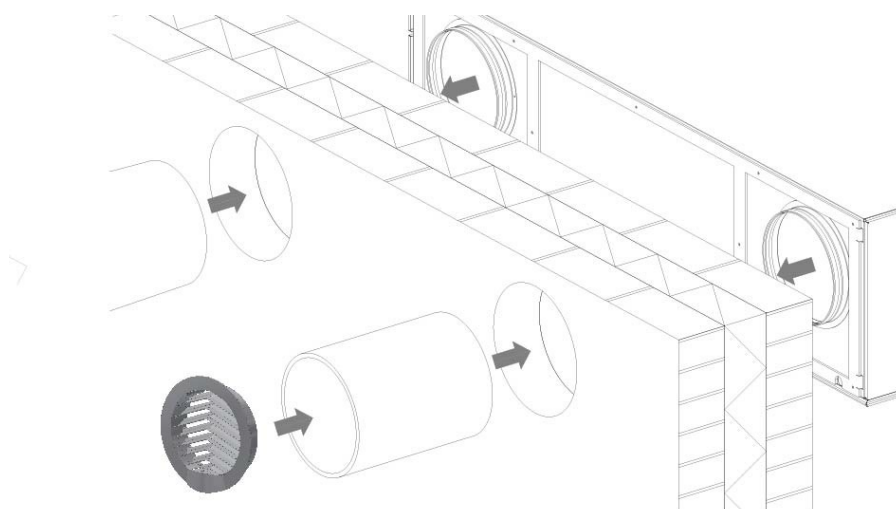

Abbildung 17: Kanalrohre und Gitter – allgemeiner Überblick
Abbildung 17 bietet einen allgemeinen Überblick.
- Ein Außengitter muss angebracht werden. Auf unserer Website finden Sie weitere Informationen zum Boomerain®-Gitter, das in Abbildung 17 oben gezeigt ist.